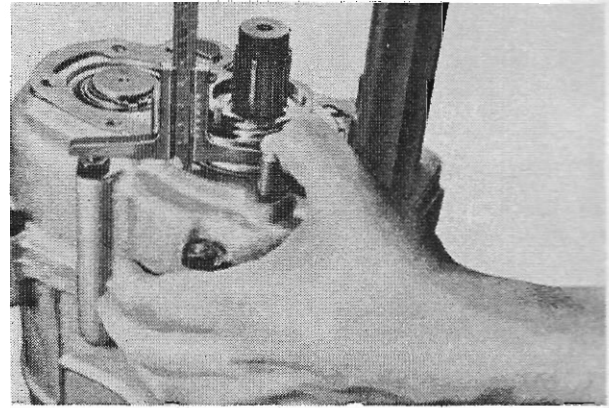

Abb. 52
3. Mit einem Tiefenmaß den Abstand von der Oberkante des Lagers bis zur Gehäusedichtfläche mit aufgelegter Dichtung messen (Abb. 52).
Der Außenring des Kugellagers (204) muß im eingebauten Zustand des Getriebes axial spielfrei im Gehäuse sitzen. Es ist deshalb erforderlich, daß mit einem Tiefenmaß der Abstand von der Oberkante des Lagers bis zum Gehäuse festgestellt wird. Ebenso muß die Tiefe der Ausdrehung in der Kupplungsglocke gemessen werden (siehe hierzu auch Abb. 52 und 53). Die Differenz der beiden Maße muß durch Ausgleichscheiben korrigiert werden.